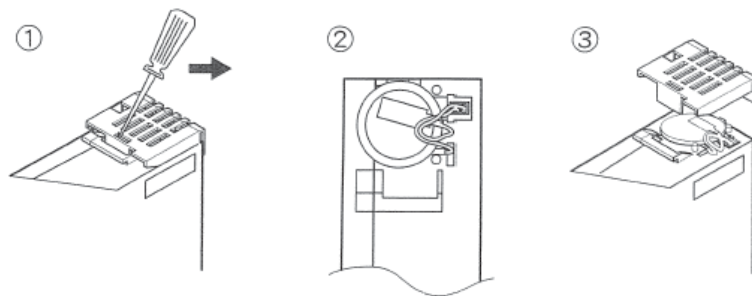

Fig. 18: Cambiar la batería en el kit de montaje CPU
- El sistema registra y, en caso necesario, advierte del estado de carga de la batería compensadora del reloj de tiempo real. Adicionalmente se recomienda un ciclo de sustitución de 12 meses. Con esta finalidad debe modificarse la batería del kit de montaje de la CPU (véase fig. 18).